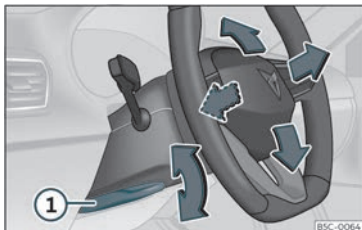

Fig. 4 Palanca a la part inferior del lateral esquerre de la columna de direcció.
• Estireu la palanca»» **fig. 4** ① cap a baix, moveu el volant fins a la posició desitjada i torneu a pujar la palanca fins al punt de tancament.
• Després d'ajustar la columna de la direcció, empenyeu fermament la palanca »» **fig. 4** ① cap amunt perquè el volant no canviï de posició accidentalment durant la marxa.